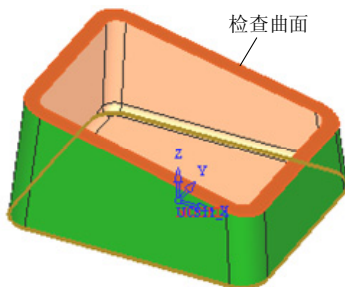

图 5-149 选择检查曲面 (1)
- 在“几何”框中勾选“检查曲面”复选框，并单击该按钮，选择如图 5-149 所示的曲面为检查曲面，然后单击鼠标中键确定，返回“侧刃铣控制面板”对话框（1）。